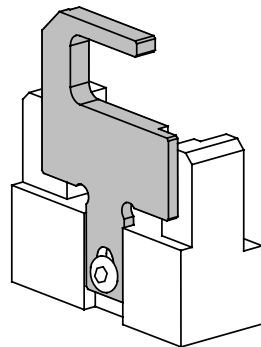

FIG. 1 POSICIÓN EXTRACTOR
- 3.1.7) Controlar la posición del extractor (09): en caso de trabajo sobre los conectores del tipo ANE 7-M.... y ANE 9 M....deberá llevarse, después de haber aflojado el tornillo de sujeción correspondiente, a la posición de "todo levantado" (véase Fig. 1). Para todos los otros tipos de conector, el extractor deberá estar en posición "todo bajado".